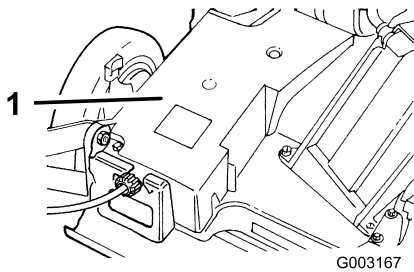

Figura 41
2. Retire los pernos que fijan la cubierta de la correa (Figura 41) a la carcasa del cortacésped.